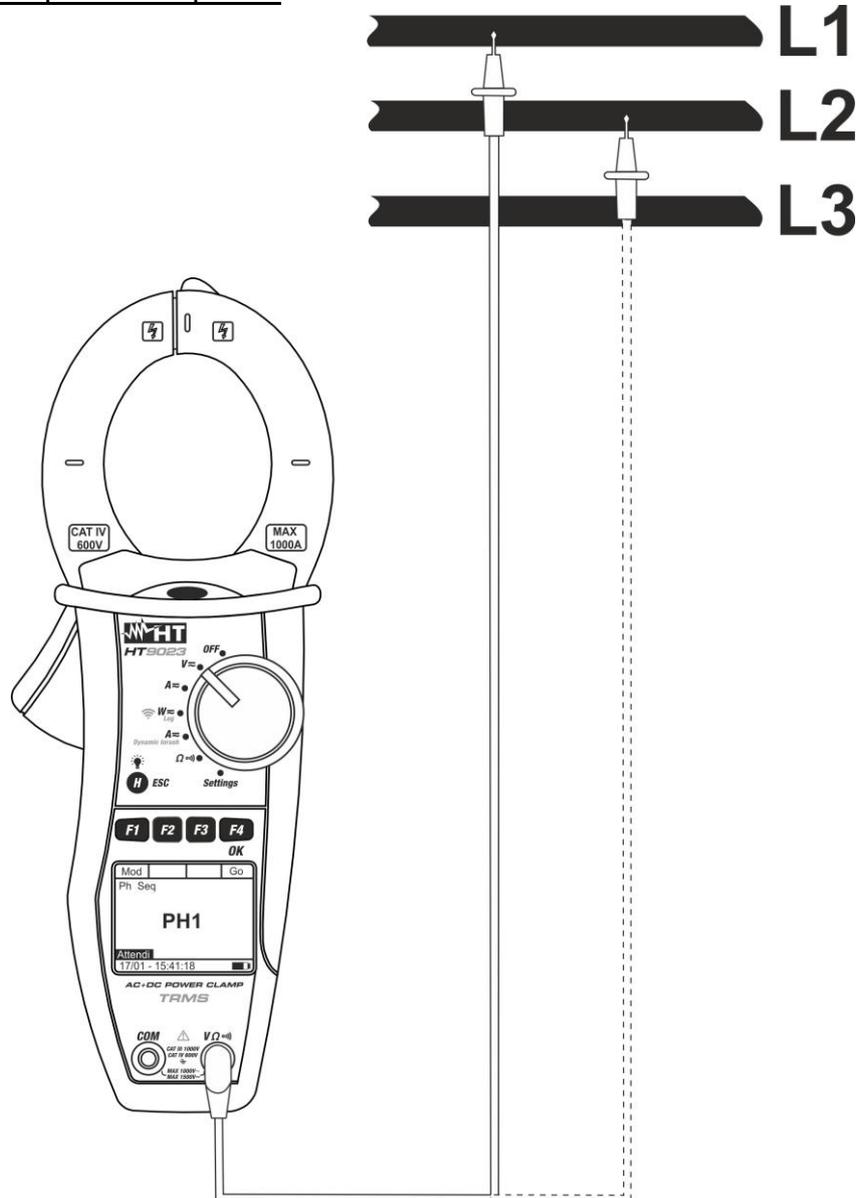

Fig. 7 : Vérification de séquence de phase
4. Insérez le câble rouge dans l'entrée $V\Omega$) et positionner le câble sur la phase L1 sur le circuit à tester (voir Fig. 7).
7. L'appareil affiche l'écran ci-contre et attend une détection de phase L2. Connectez le câble de test au câble de phase L2 (voir Fig. 7).